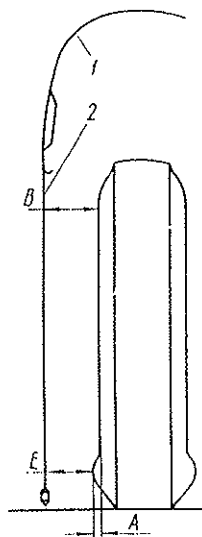

Bild 200 Prüfung des Radsturzes mit Hilfe einer Lotschnur.
3. Den Radsturz mit Hilfe eines Lots prüfen (Bild 200). Dazu sind die Räder in eine Stellung zu bringen, bei der die Punkte gleichen Seitenschlags der Reifen in der gleichen Senkrechten liegen. Die Lotschnur über die Motorhaube legen und die Abstände B und E von den Seitenflächen der Reifen bis zur Lotschnur messen. Mit Berücksichtigung der Berichtigungszahl für die Ausweitung des unteren Reifen teils, die bei gewöhnlichen Reifen (Modell 9-127, 9-144 u.a.) 5 mm beträgt, kann man den Radsturz als richtig betrachten, wenn B an gewöhnlichen Reifen um 0–10 mm und an Reifen mit Radialkordgewebe um 4–14 mm größer als E ist. Eine Meßdifferenz zwischen rechtem und linkem Rad darf nicht größer als 2,5 mm sein.